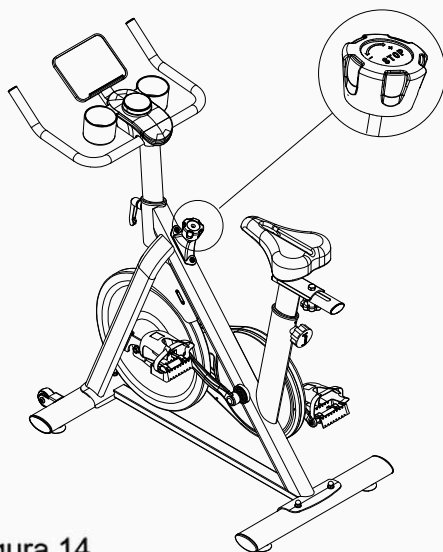

Figura 14
14. Rode o manípulo de ajuste no sentido dos ponteiros do relógio ou no sentido contrário para ajustar a resistência para cima ou para baixo. Premir o manípulo para ativar a função de travão de emergência, conforme mostrado na Figura 14.